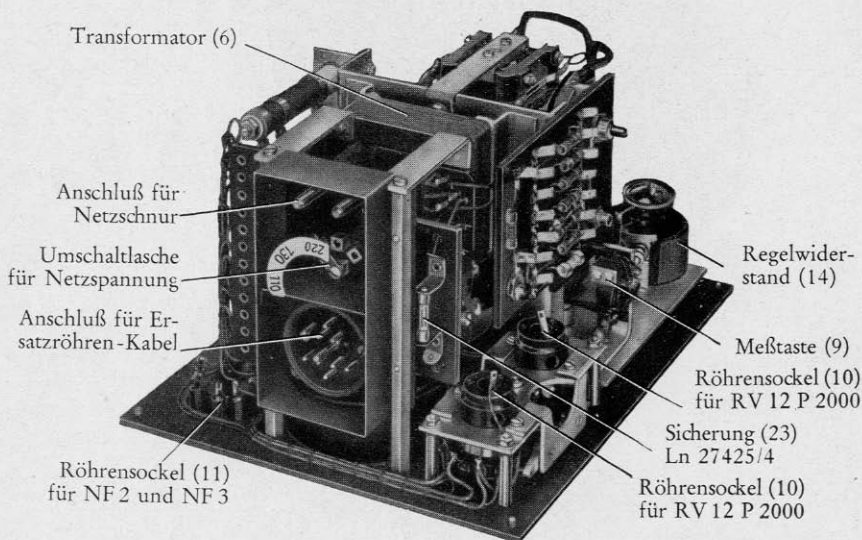

Abb. 3. Röhren-Prüf- und Meß-Gerät RPMG 2
gestellt ist (vgl. Abb. 3). Eine Ansicht des Gerätes, betriebsfertig für Prüfung einer Röhre RV 12 P 2000 mit Ersatzröhren-Kabel, zeigt Abb. 2. In den linken Röhrensockel (11) darf keine Röhre NF 2 oder NF 3 zwecks Vorprüfung bzw. Vorwärmung des Heizfadens eingesetzt werden, da sonst der betreffende Empfänger im Heizkreis unsymmetrisch belastet würde und somit weder die zu prüfende noch vorzuwärmende